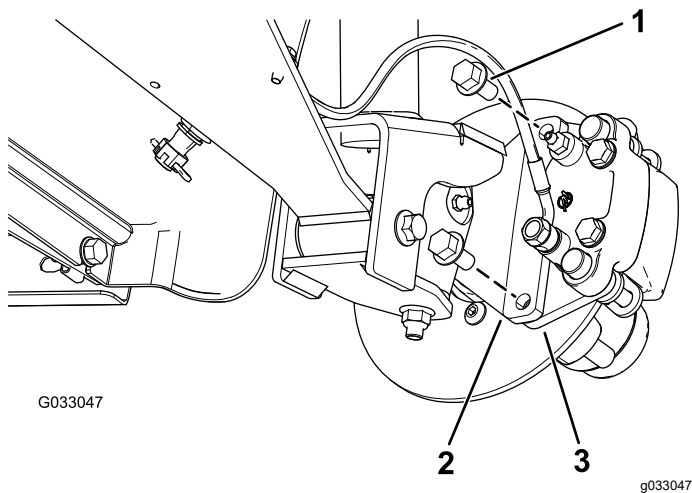

Figure 32
3. Retirez les boulons à embase ($\frac{3}{8}$ " x $\frac{3}{4}$ ") qui fixent le support du frein à la fusée et séparez le frein de la fusée (Figure 32).
2. Alignez les plaquettes de frein de chaque côté du rotor (Figure 32) et alignez également les trous dans le support d'étrier et ceux de la fixation du frein sur le porte-fusée (Figure 36).
3. Fixez le support d'étrier au porte-fusée (Figure 32) à l'aide de 2 boulons à embase ($\frac{3}{8}$ " x $\frac{3}{4}$ ").